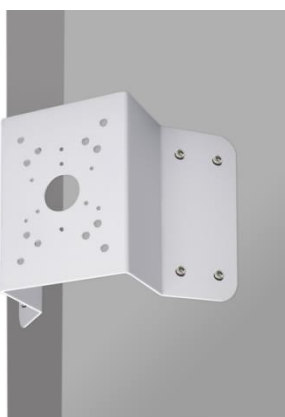

Рисунок 5.8 – Определение точек крепления кронштейна на установочной поверхности
1. Используя угловой кронштейн, отметьте точки крепления на установочной поверхности (Рисунок 5.8) и просверлите 4 отверстия (диаметр 8 мм, глубина не менее 65 мм) в установочной поверхности.